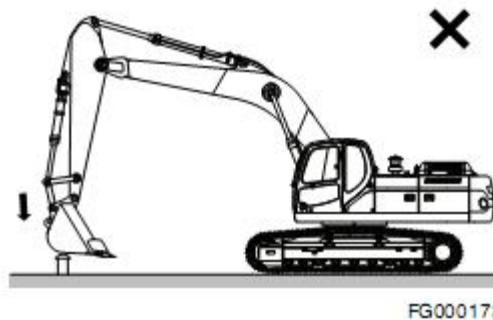

Рисунок 66
13. Не используйте ковш в качестве молота или трамбовочного устройства. Это опасно и может привести к повреждению переднего навесного оборудования. См. рисунок 66.